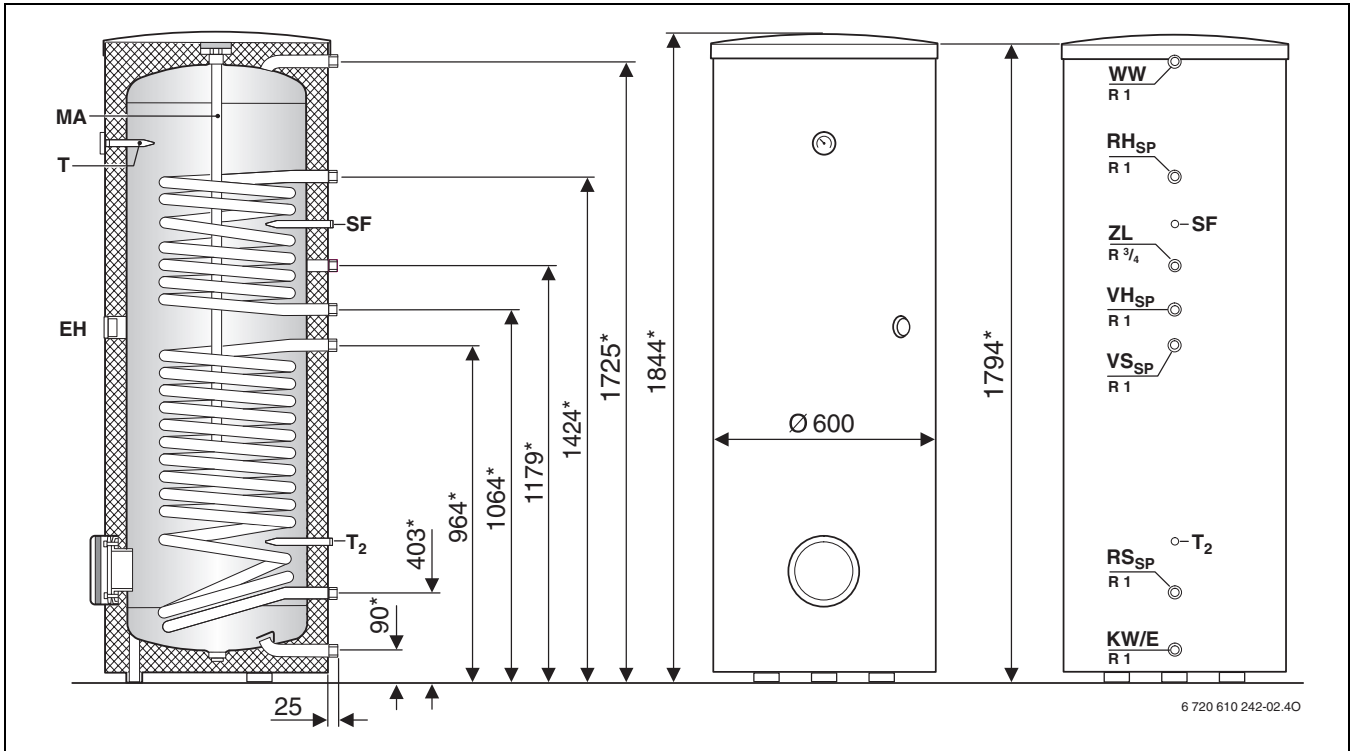
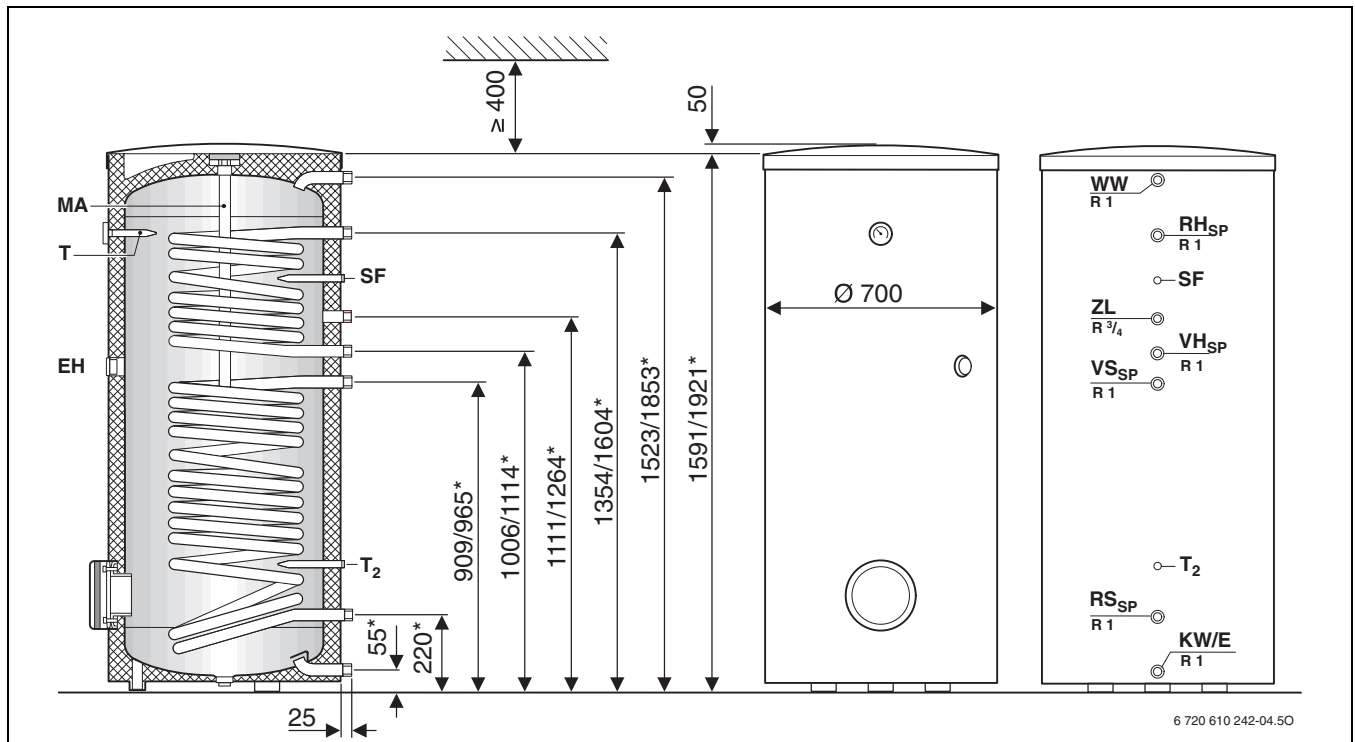

Рис. 105 Габаритные и присоединительные размеры WST SK 300-1 Solar
Рис. 106 Габаритные и присоединительные размеры SK 400/500-1 solar
**Пояснения к рис. 105, рис. 106 и 107:**